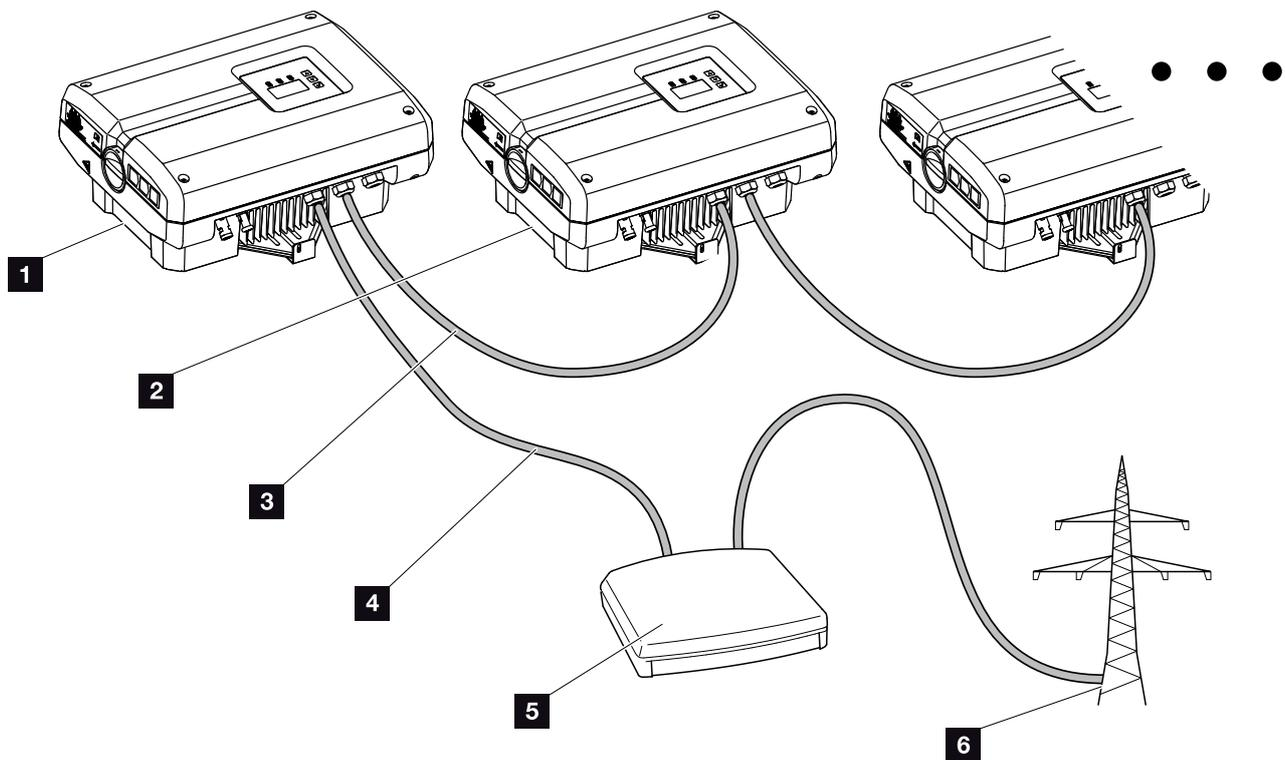
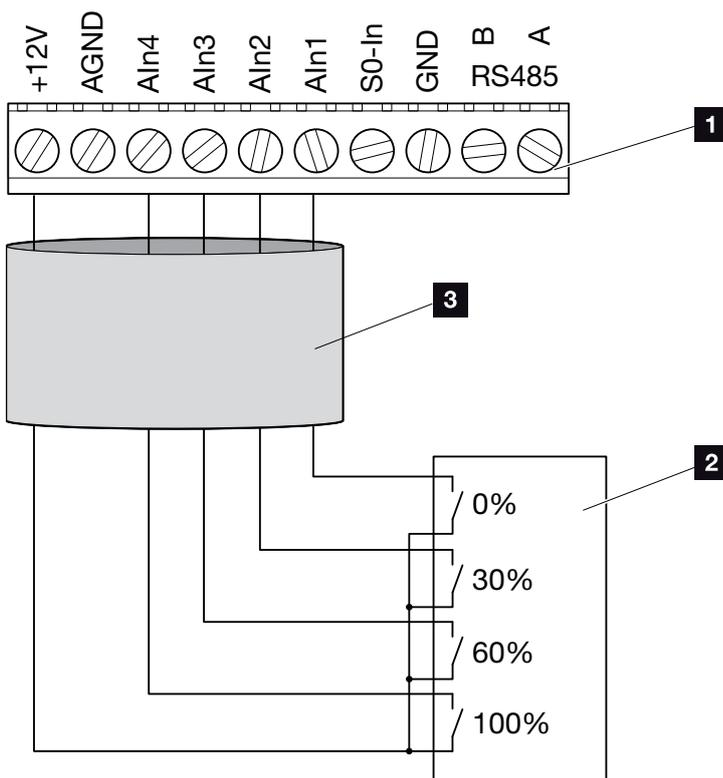

Fig. 54: Configuração do recetor de telecomando centralizado com vários inversores (ligação em rede via Ethernet)
Fig. 55: Ligação do recetor de telecomando centralizado
2. Ligue todos os inversores através das ligações Ethernet (RJ45) com um cabo Ethernet ou através de RS485. 🔌 **Fig. 54**
3. Ligue o recetor de telecomando centralizado ao inversor Master 🔌 **Fig. 54 pos. 1** no borne de ligação da interface analógica (10 polos). 🔌 **Fig. 55**
O recetor de telecomando centralizado deve ser ligado exclusivamente ao inversor Master. 🔌 **Fig. 54**